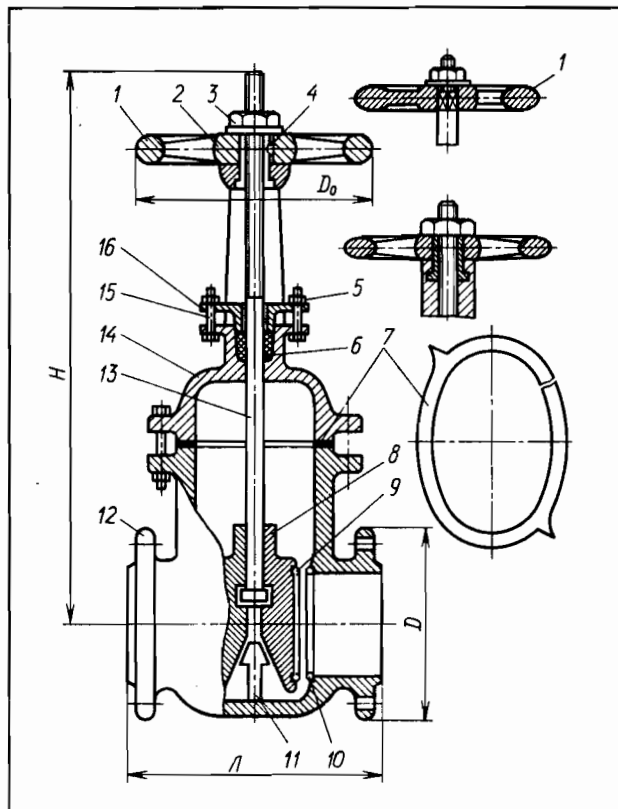

Рис. 33. Задвижка из чугуна параллельная, фланцевая с выдвигным шпинделем и ручным приводом:
Причина      Диски 8 (рис. 33) полностью не опустились, не прижались к уплотнительным кольцам корпуса
Способ устранения	Придержав шпindel 13 (рис. 33) трубным ключом, отверните гайку 3 любым ключом и снимите маховик 1. Напильником зашлифуйте новые грани ниже имевшихся, если позволит длина шпинделя. Можно, взявшись трубным ключом за шпindel, открыть и закрыть задвижку
1. Выточить на токарном станке новую гайку, создав грани на фрезерном станке или ножовкой и напильником. Учтите, что ходовая гайка почти всегда имеет внутреннюю трапецидальную резьбу и наружную метрическую. В задвижках  $D=50$  мм часто вместо шпонки на ходовой гайке 2 нарезают наружную резьбу. На нее наворачивают маховик, имеющий соответствующую резьбу во внутреннем отверстии ступицы. Маховик контрят гайкой 3 (см. рис. 33).